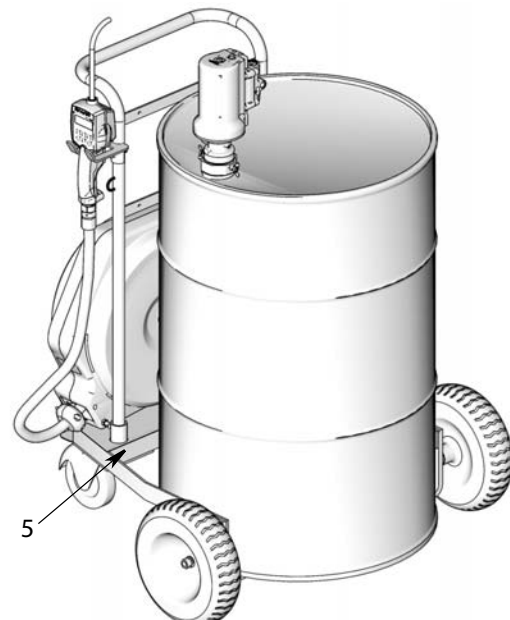

Рис. 34
6. Установите бочку на основание тележки (5) (Рис. 34).